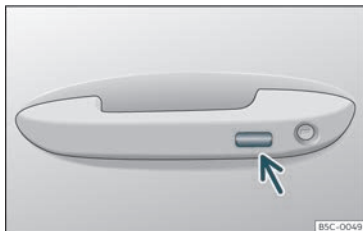

Fig. 84 Maniglia della porta: superficie sensibile.
cuni secondi sulla superficie sensibile di blocco  **fig. 84** (freccia) della maniglia della porta per chiudere i finestrini e il tettuccio*. Se si smette di toccare la superficie sensibile si interrompe la funzione di chiusura.
- Tenere un dito per alcuni secondi sulla superficie sensibile di blocco»» fig. 84 (freccia) della maniglia della porta per chiudere il tettuccio. Se si smette di toccare la superficie sensibile si interrompe la funzione di chiusura.